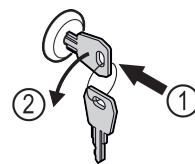

Fig. 179
- ▶ Sleutel erin duwen. Fig. 179 (1)
- ▶ Sleutel 90° linksom draaien. Fig. 179 (2)